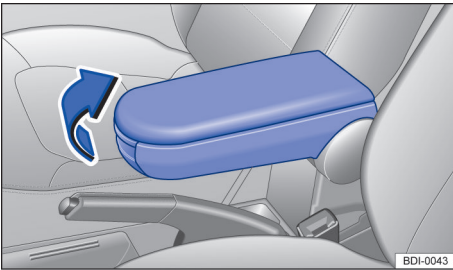

图 101 带杂物箱的前部中央扶手
- 打开，按压中央扶手上的按钮⇒图 101 翻开盒盖。
- 要抬起时，将前部中央扶手沿箭头方向完全向上抬起。⇒图 101
- 要将前部中央扶手抬高时，可沿箭头方向⇒图 101 逐步向上升高直至达到所需位置。